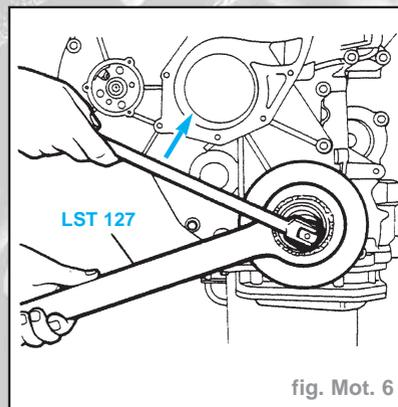

fig. Mot. 6
- De même, desserrer les boulons de réglage (2) de la courroie de pompe de D.A. et retirer les deux courroies.
- Retenir l'amortisseur à l'aide de l'outil spécial LST 127 et, à l'aide d'une douille de 30 mm, retirer le boulon de maintien de l'entretoise de l'amortisseur (Fig. Mot. 6). Ce boulon est retenu en place par du Loctite, et serré à un couple extrêmement élevé, il faudra donc exercer un effort considérable pour le dégager.